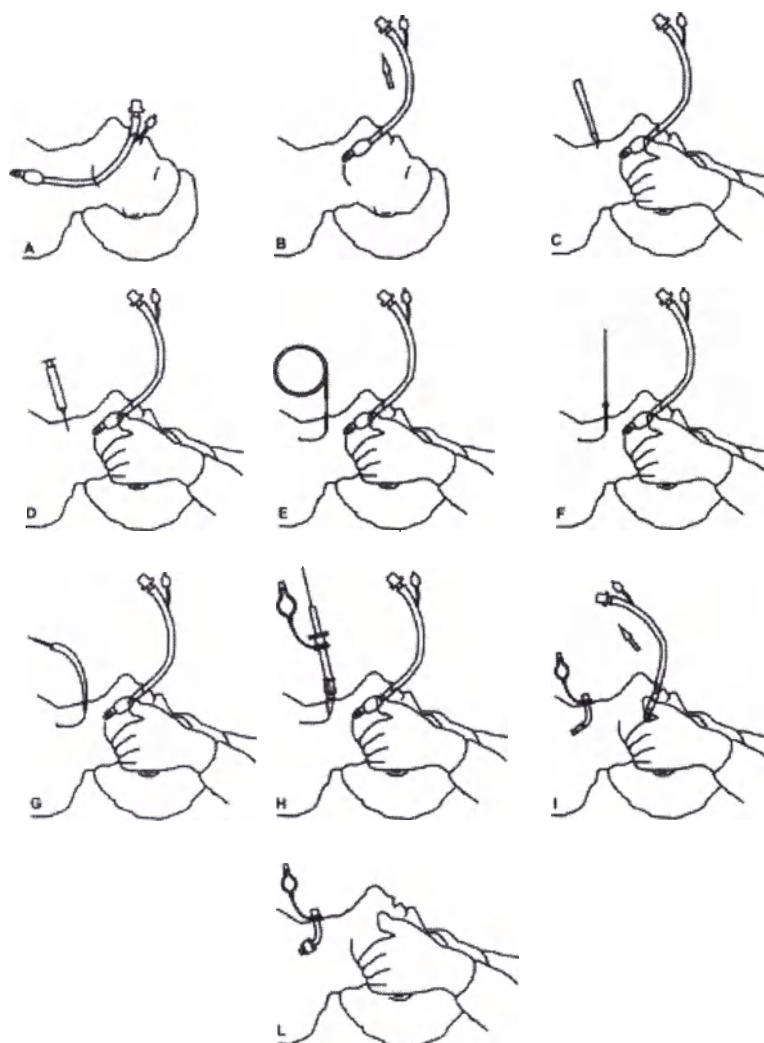

Рис. 1
- Поместить пациента в положение для проведения трахеостомии. Подложить подушку под плечи пациента, чтобы полностью вытянуть голову и шею (см. рис. 1, блок А).
- Снять манжету с эндотрахеальной трубки и переместить ее в обратную сторону, пока манжета не окажется на высоте отверстия голосовой связки (см. рис. 1, блок В). При необходимости повторно накачать манжету.
- С помощью скальпеля сделать вертикальный разрез на расстоянии 7 мм от нижнего края перстневидного хряща вниз по средней линии (см. рис. 1, блок С).
вставить между первым и вторым трахеальным кольцом или между вторым и третьим трахеальным кольцом, направляя иглу по средней линии в задне-каудальном направлении (см. рис. 1, блок D).
- Вставить металлический проводник через трубку иглы (см. рис. 1, блок E).
- Удерживая проводник в заблокированном положении, расширить место первоначального доступа к трахее, переместив дилататор 14 Fr вперед по проводнику легким вращательным движением (см. рис. 1, блок F), предварительно смазав его.
- Продвинуть дилататор с направляющим катетером как единое целое по проводнику наконечником в трахею (рис. 1, блок G).